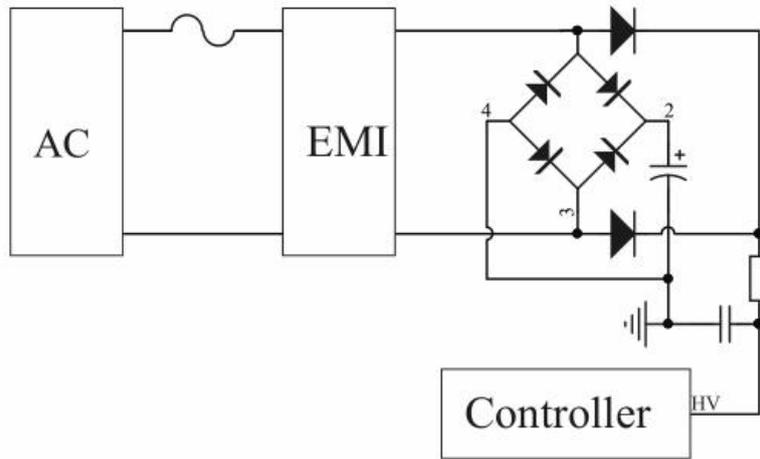

图 1：高压启动电路
DK065G 包含多功能高压 (HV) 引脚。为达到快速启动，内部集成了高压启动电路，可以快速启动电源同时能够有效降低待机功耗，如图 1 所示，能够快速准确监测输入电压，在输入掉